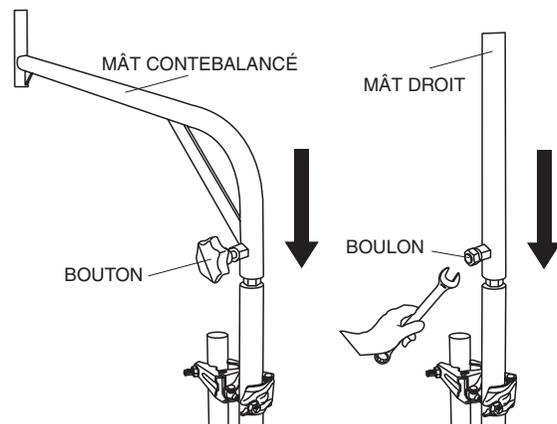

Figure 14. Fixation du mât contrebalancé
5. Mettre le mât contrebalancé (ou un mât droit en option, le cas échéant) en-dessus du mât droit. Bien serrer le bouton ou le boulon. Voir Figure 14.